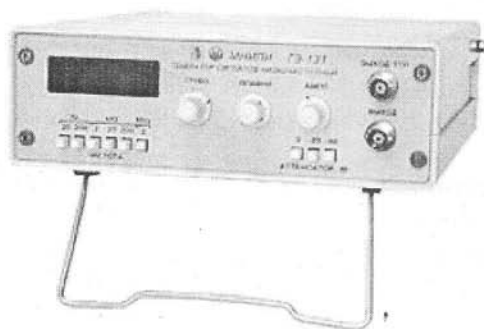

Рис. 2.43. НЧ-генератор ГЗ-31
- Вполне современная модель генератора НЧ-сигналов ГЗ-131 (рис. 2.43) обладает широким диапазоном частот (от 2 Гц — 2 МГц), имеет малые искажения синусоидальных сигналов, содержит цифровую индикацию частоты и выход прямоугольных импульсов ТТЛ-уровня. Погрешность установки частоты $\pm 1\%$, нестабильность частоты: за 15 мин — 0,1%; за 180 мин 0,5%. Амплитуда: ≥ 10 В (без нагрузки); ≥ 5 В (нагрузка 600 Ом), плавное ослабление ≥ 20 дБ. Коэффициент гармоник синусоидального сигнала: $\leq 0,5\%$ до 20 Гц; 0,2% до 200 кГц; 1% до 2 МГц. Потребляемая мощность 10 В · А, габариты 210×248×71 мм, вес 2 кг. Прибор заменяет ряд более старых разработок: ГЗ-102, ГЗ-106, ГЗ-107, ГЗ-109, ГЗ-111, ГЗ-112.